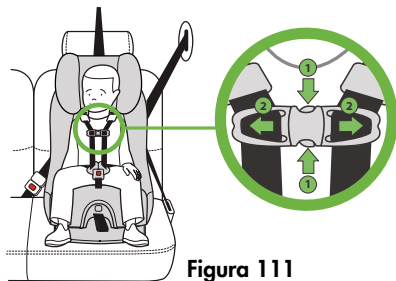

Figura 111
Apriete las lengüetas del broche del pecho para abrirlo (1) y separe las dos piezas del mismo (2), como se muestra en la **figura 111**.